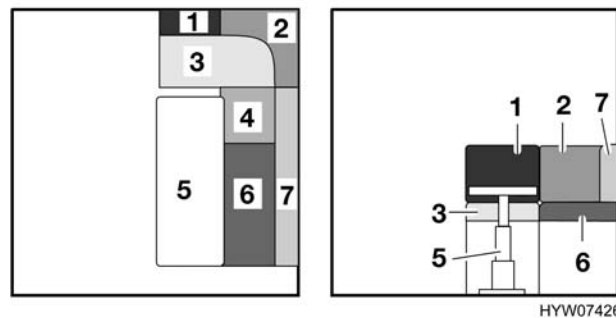
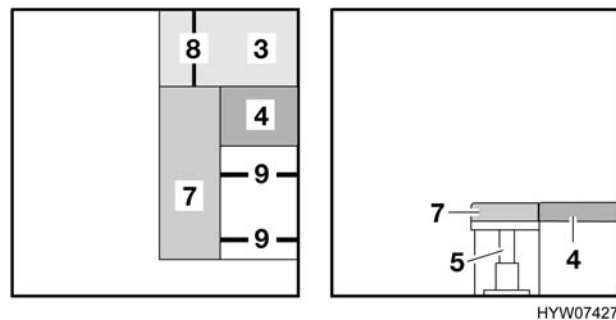

Fig. 104 Prima della trasformazione
Fig. 105 Durante la trasformazione
- Trasformare il tavolo fisso con piede telescopico (Fig. 104,5) in struttura di supporto letto (vedi paragrafo 6.5).
- Rimuovere i cuscini dello schienale (Fig. 104,1 e 2) e riporli.
- Rimuovere il cuscino dello schienale (Fig. 104,7) e posizionarlo sul tavolo in modo che entrambi i nastri di sostegno (Fig. 105,9) siano rivolti verso l'esterno. Il nastro di sostegno (Fig. 105,8) deve essere rivolto all'indietro.
- Rimuovere il cuscino del divano (Fig. 104,6) e riporlo.
- Posizionare entrambi i nastri di sostegno (Fig. 105,9) e fissarli con i bottoni automatici.
- Sollevare internamente il cuscino del divano trasversale (Fig. 105,3) e fissare il nastro di sostegno (Fig. 105,8) con il bottone automatico.